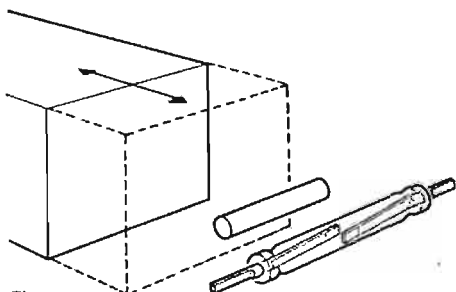

Fig. 4
**Les combinaisons d'aimants fixes et mobiles** offrent d'autres possibilités. On voit ainsi sur la figure 4 la commande par combinaison d'un aimant fixe et d'une pièce mobile magnétique, mais non aimantée. L'aimant et le tube sont disposés de manière que le contacteur soit normalement fermé par l'aimant.
L'opération suivante consiste à combiner ensemble ces deux circuits, comme on le voit sur la figure 4, de manière à ce qu'ils assurent eux-mêmes la mise en action de l'interrupteur  $S_B$  qui excite le relais  $R_{1B}$ . Ce dernier restera excité jusqu'à ce que l'interrupteur  $S_C$  soit actionné.